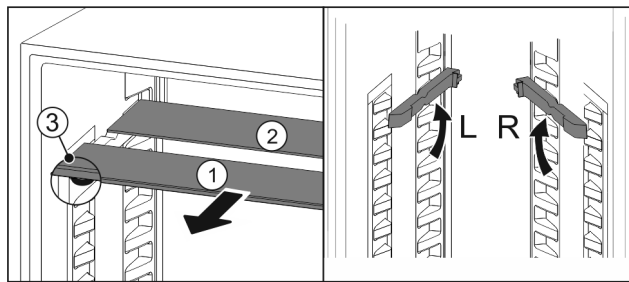

Fig. 100
- ▶ Steklena plošče posamično izvlecite Fig. 100 (1) naprej.
- ▷ Steklena plošča Fig. 100 (1) z okrasno letvijo je spredaj.
- ▷ Zaustavljalniki Fig. 100 (3) so obrnjeni navzdol.